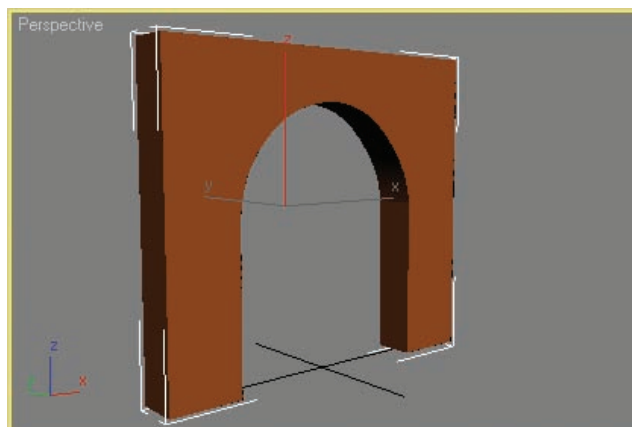

Рис. 3.46. Выдавленная арка
3. Введите какое-нибудь значение в поле **Amount**. Сплайн будет выдавлен. Если сплайн представляет собой замкнутую форму, по умолчанию над закрытым участком будут построены грани (см. рис. 3.46).